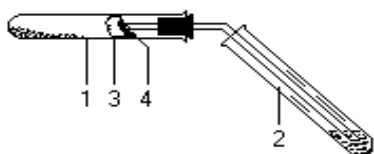

Рис. 1. Прибор для определения углерода и водорода.
В сухую пробирку с газоотводной трубкой помещают 0,2 – 0,3 г сахарозы и 1-2 г порошка оксида меди (II). Содержимое пробирки тщательно перемешивают, сверху смесь засыпают слоем оксида меди (II) – примерно 1 г. В верхнюю часть пробирки (под пробку) помещают маленький комочек ваты, на которую насыпают немного безводного сульфата меди (II). Пробирку закрывают пробкой и закрепляют ее в лапке штатива с небольшим наклоном. Свободный конец газоотводной трубки опускают в пробирку с известковой (или баритовой) водой так, чтобы трубка почти касалась поверхности жидкости (Рис.1.). Сначала прогревают всю пробирку, затем сильно нагревают ту часть, где находится реакционная смесь. Изменяется ли цвет реакционной смеси? Почему?